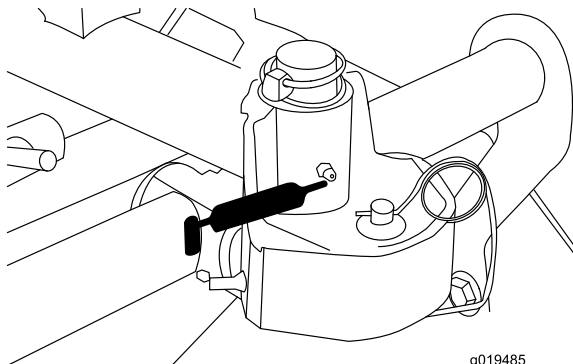

Figura 44
- Bastidor de tiro de la unidad de corte y pivote (2 por unidad de corte) (Figura 44).